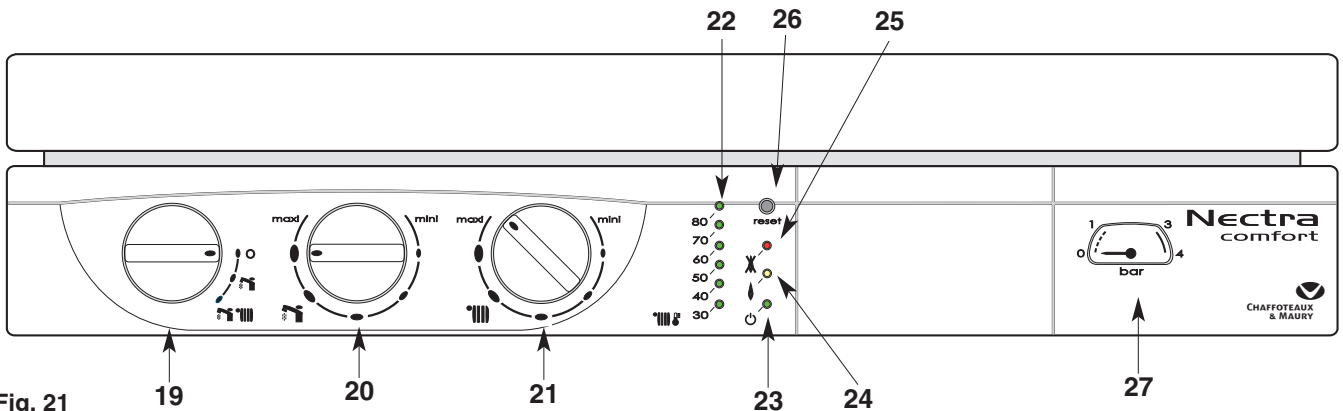

Fig. 21
Bevelbord (fig. 21)
- Plaats de schakelaar **19** (fig. 21) op stand  groen lampje **23** brandt ; het oranje lampje **24** (fig. 21) brandt telkens de brander in werking treedt.
De regelknop van de verwarming **21**  (fig. 21) geeft U de mogelijkheid om de temperatuur van het water van de verwarmingskring aan te passen in functie van het seizoen.
De indicator **22**  (fig. 21) geeft deze temperatuur aan.
- Zet de schakelaar **19** op **O** het groene controlelampje **23** (fig. 21) blijft branden. De vorstvrij-functie van de ketel blijft actief.
*Niet vergeten deze terug te openen bij het begin van het verwarmingsseizoen, wanneer men de schakelaar **19** (fig. 21) op stand  plaatst.*
Na controle van het ventilatiecircuit (koker, afvoerventilator, enz.) kan de ketel (via knop **26** - Fig. 21) opnieuw ingeschakeld worden. De inmiddels afgekoelde thermostaat heeft het circuit hersteld en de brandgasafvoertemperatuur is normaal.